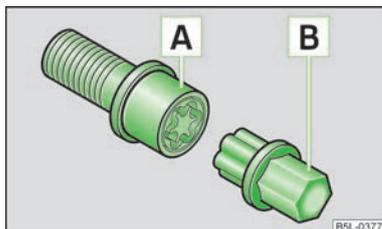

Fig. 133
- Insérez à fond l'adaptateur **B** » fig. 133 sur son côté denté jusqu'en butée dans la denture intérieure du boulon antivol **A** de telle façon qu'il dépasse encore du six-pan extérieur.